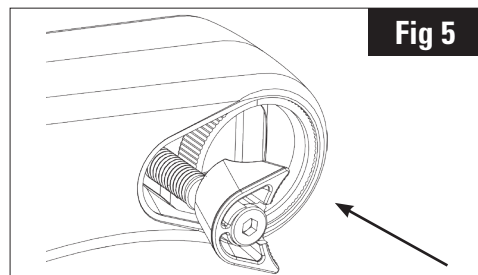

Fig 5
4. Plaats de buffer+schroef (12+14+15) in behuizing in het lichaam van de stuurpen (Fig. 5)